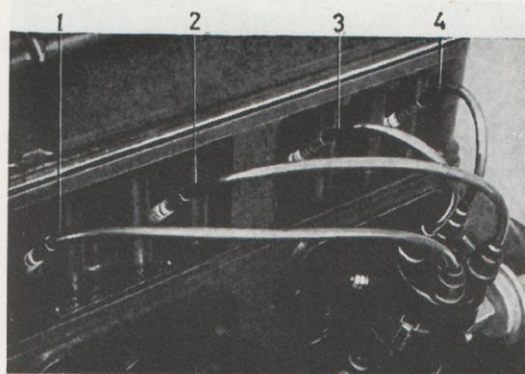

Bild 65. Anslutning av tändkablar.
5. Kontrollera att fördelarmen pekar mot ettans kontakt samt montera lock och kablar enligt bild 65. Fördelarmen roterar medurs. Tändföljden är 1-3-4-2.